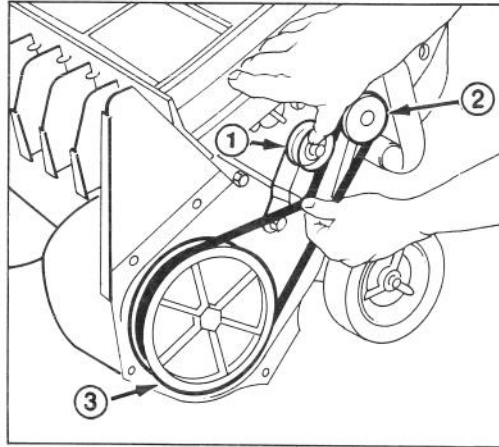

Fig. 9
3. FJERNING AV REIMEN (Fig. 9) — Beveg slakketshjulet opp og dra drivreimen ut. Fri deretter det fjærede slakketshjulet, MEN LA DET IKKE BREKKE. Fjern reimen fra impeller reimskiven og motor reimskiven.